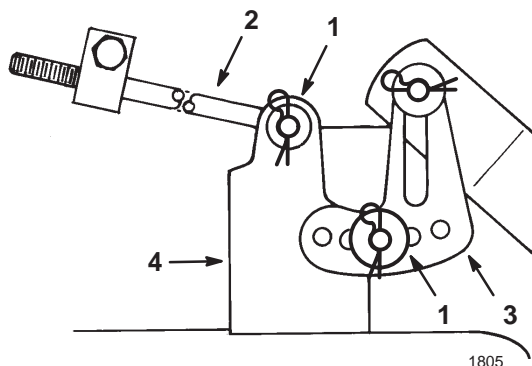

Figure 43
11. Glissez l'extrémité de la longue tige dans le trou du support du plateau (Fig. 43)
13. Montez la patte de mise à niveau du plateau de coupe sur l'axe du bras de hauteur de coupe (Fig. 43) et fixez le plateau de coupe au moyen de la rondelle et de la goupille fendue. Répétez la procédure de l'autre côté du plateau de coupe.